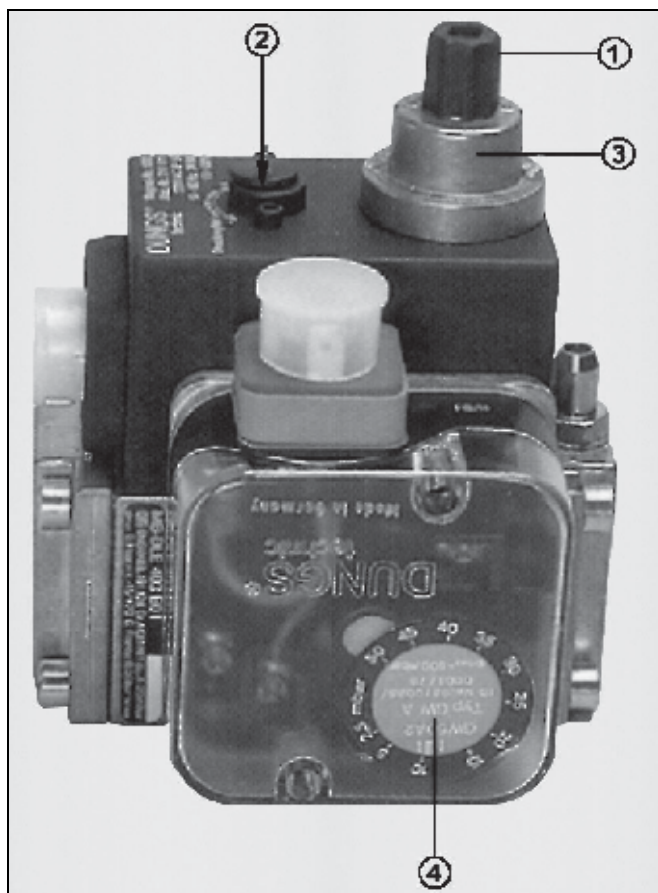

Рис. 5: Газовая арматура одноступенчатая
1. Закрыть шаровой кран, открыть измерительные штуцеры  $P_e$  и  $P_a$  (см. Рис. 5).
Необходимо соблюдать следующие требования при установке объема газа на газовой арматуре (см. Рис. 5):
Необходимо соблюдать следующие требования при установке объёма газа на газовой арматуре (см. Рис. 5):
- 2. Магнитный клапан Класс А, медленное открытие, быстрое закрытие, с возможностью настройки пускового и основного количества газа (Газовая арматура одноступенчатая, Рис. 5)